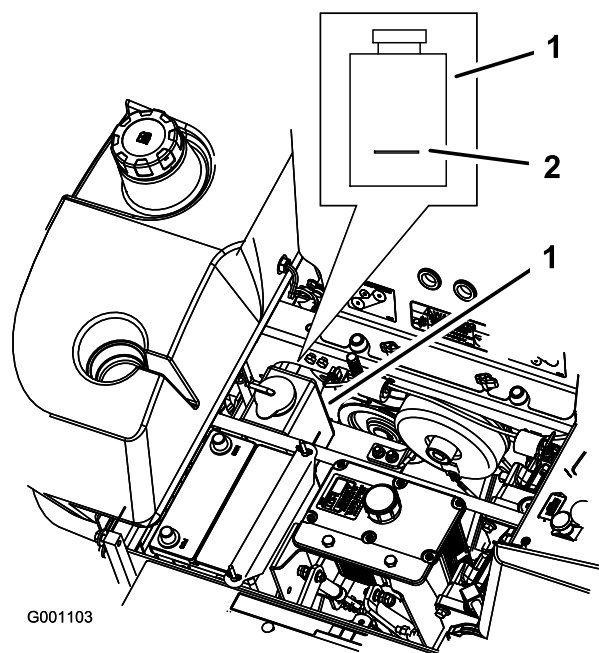

Figura 67
3. Com o motor frio, verifique o nível do vaso de expansão. O fluido tem de estar até à indicação no exterior do vaso de expansão (Figura 67).
4. Se o nível do líquido de arrefecimento for baixo, adicione uma mistura 50/50 de anticongelante de maior duração e água no vaso de expansão (Figura 67).
5. Adicione a mistura de líquido de arrefecimento 50/50 no vaso de expansão e encha até à linha indicadora no depósito (Figura 67).